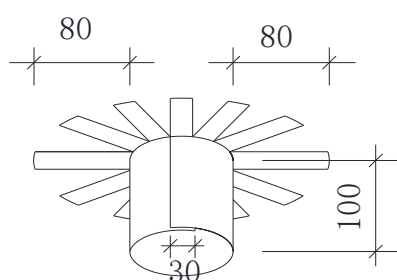

图 6 水落口无纺布胎基增强层
e) 水落口防水加强层范围为：距管口周边  $80\text{mm}\pm 5\text{mm}$ ，深入水落口内  $100\text{mm}\pm 10\text{mm}$ 。加强层用无纺布作胎基增强，管内无纺布搭接为  $30\text{mm}$ ，从管内翻向平面的无纺布应采用“裙分”开叉的方法，与平面卷材搭接，“裙分”开叉应将无纺布卷筒均分  $12\sim 14$  等份，长度  $80\text{mm}\pm 5\text{mm}$ （图 6）。